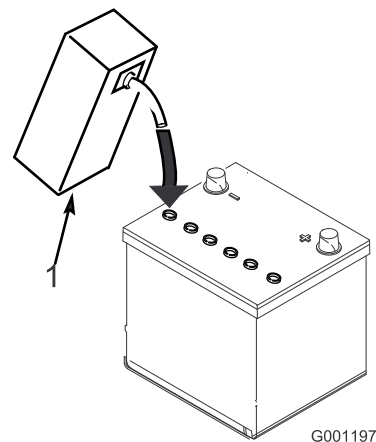

Figura 4
3. Llene cuidadosamente cada celda con electrolito hasta que las placas estén cubiertas de aproximadamente 6 mm de fluido (Figura 4).
4. Espere aproximadamente 20–30 minutos para que el electrolito penetre en las placas. Rellene según sea necesario para que el electrolito llegue a una distancia de aproximadamente 6 mm del fondo del hueco de llenado (Figura 4).